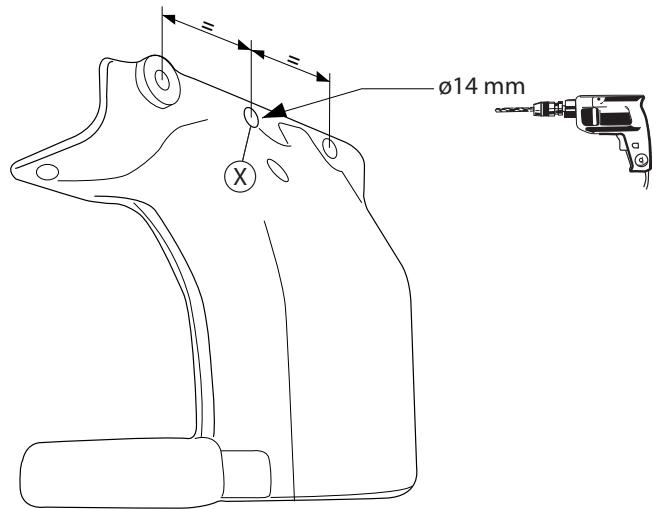

Fig.2
- Просверлить отверстие диаметром 14 мм в точке X, как указано в рис. 2.